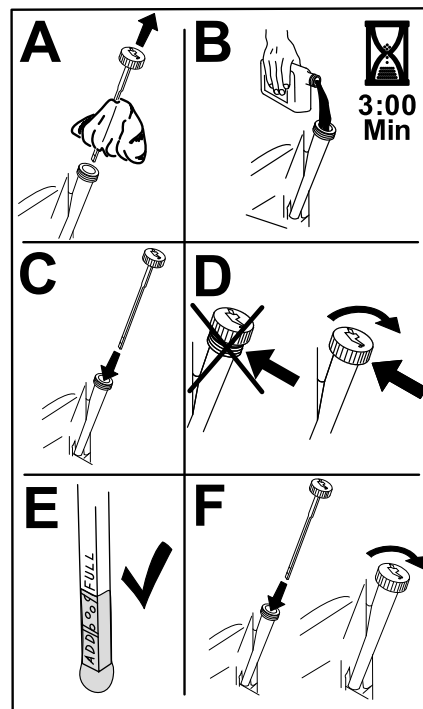

Figura 45
6. Turnai încet aproximativ 80% din uleiul specificat în tubul de umplere i adăugai lent ulei suplimentar pentru ca acesta să ajungă la marcajul Complet (Figura 45).